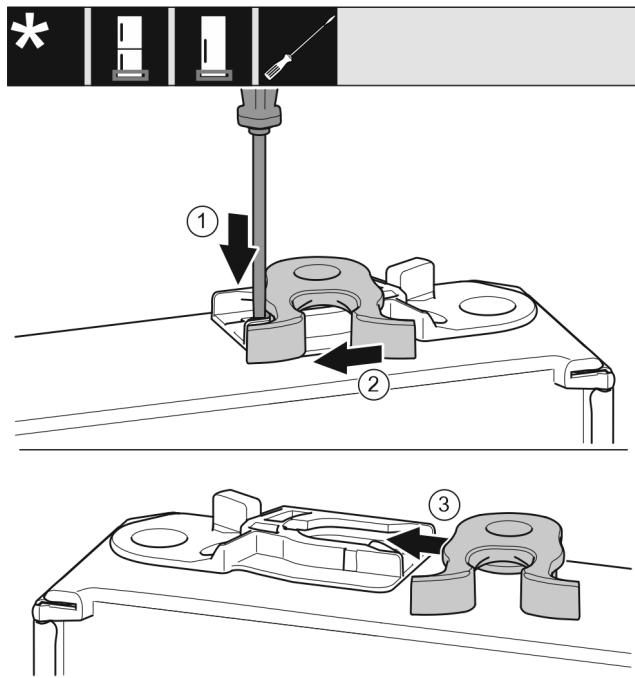

Fig. 15
- ▶ Πιέστε το αυτάκι με ίσιο κατσαβίδι προς τα κάτω. *Fig. 15 (1)*
- ▶ Τραβήξτε το άγκιστρο κλεισίματος από τον οδηγό. *Fig. 15 (2)*
- ▶ Ωθήστε το άγκιστρο κλεισίματος στην άλλη πλευρά στον οδηγό. *Fig. 15 (3)*